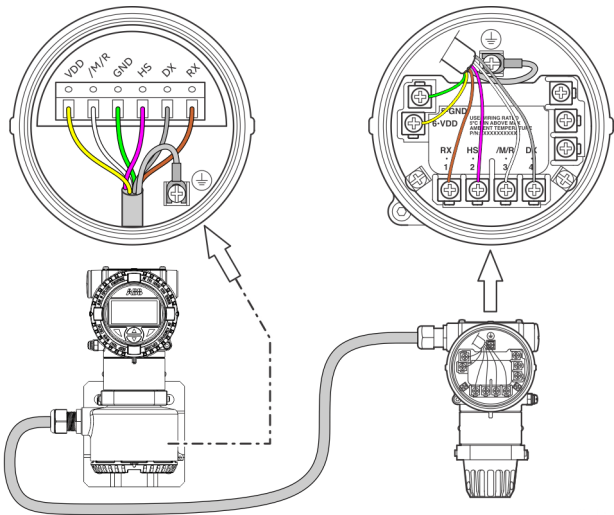

Рисунок 50. Схема подключения
6. Подключите жилы к соответствующим клеммам (см. Рисунок 50).